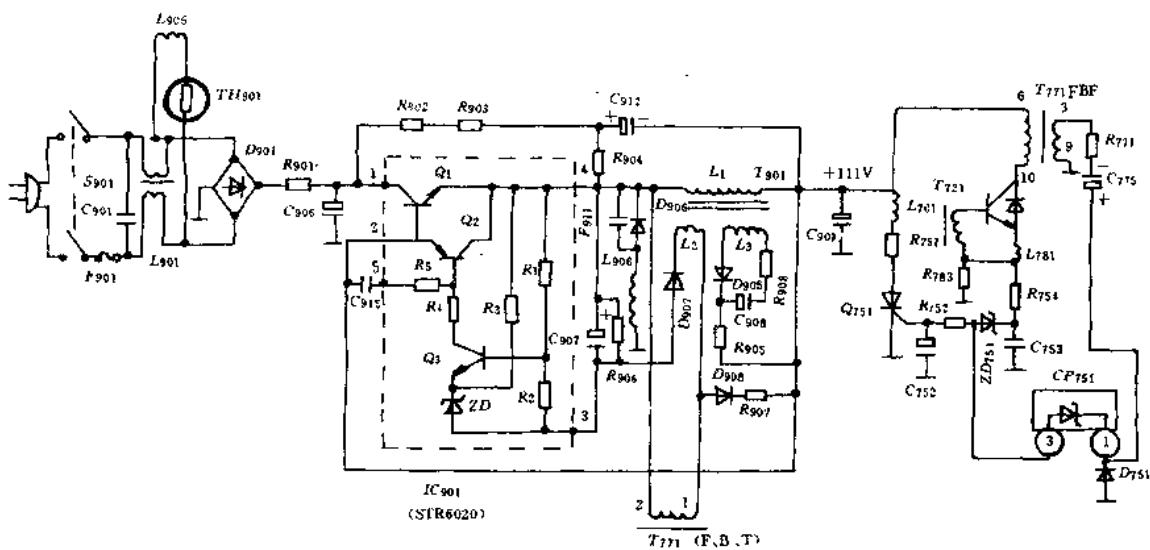

图 2 开关电源电路
(1) 电路结构特点:①开关电源电路由厚膜电路IC₉₀₁(STR6020)和开关变压器T₉₀₁以及外围元件组成。参看图2。由于开关管和误差放大与脉宽调制电路都集中在一块集成电路内,所以稳压性能好,工作稳定;②属于自激行同步式串联输出型开关电源,只有111V一路电压输出;③由于开关管与负载相串联,所以整机底板带电,维修时要注意安全。
(2) 工作原理:①振荡过程:220V市电经开关S₉₀₁、保险管F₉₀₁、高频滤波器C₉₀₁与L₉₀₁抑制干扰后,送至D₉₀₁进行桥式整流,经R₉₀₁、C₉₀₆滤波后输出300V直流电压,一路加至IC₉₀₁①脚(即开关管Q₁的集电极),另一路经由R₉₀₂、R₉₀₄和C₉₁₂构成启动电路向IC₉₀₁②脚(即开关管Q₁的基极)提供启动电流,使开关管Q₁导通,Q₁导通后,IC₉₀₁④脚(即开关管Q₁的发射极)外接开关变压器T₉₀₁的L₁初级绕组有电流流过,次级绕组L₂(正反馈绕组)产生感应电压,经R₉₀₄、C₉₀₈、R₉₀₅正反馈到Q₁的b极,使Q₁迅速进入饱和导通状态,此时,IC₉₀₁④脚电压上升到最大值。